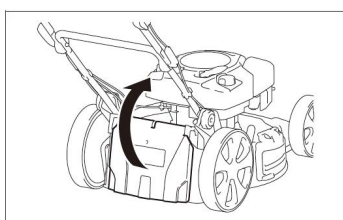

Fig. 8A
6.2.1. Tournez la plaque de protection arrière, assemblez le volet de la goulotte et fermez la protection d'éjection arrière ; Fig. 8A / B / C.